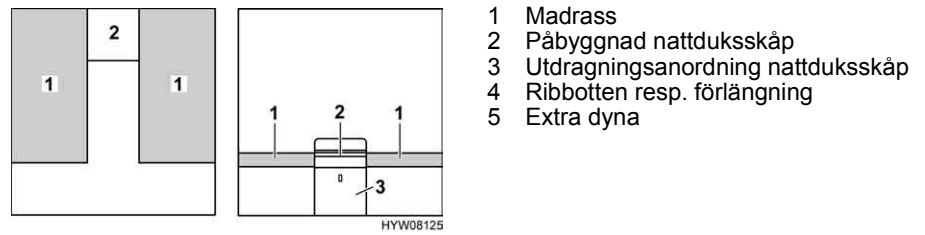

Bild 115 Före ombyggnaden
- Ta bort nattduksskåpets påbyggnad (Bild 115,2) och ställ den åt sidan.